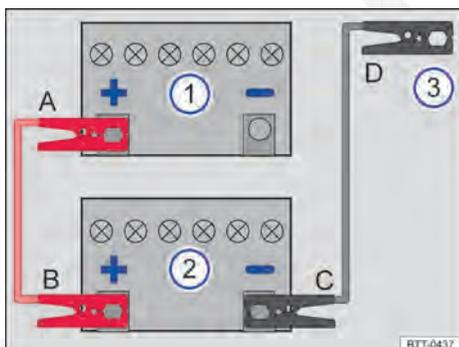
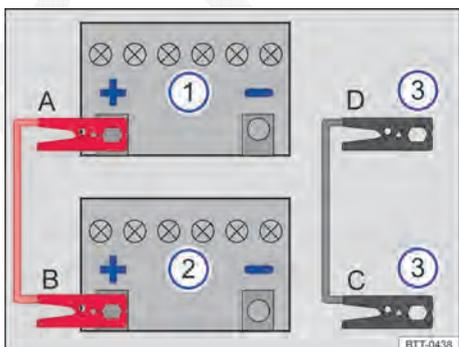

Fig. 232 Esquema para a conexão dos cabos auxiliares de partida dos veículos auxiliares de partida sem sistema Start-Stop.
Fig. 233 Esquema para a conexão dos cabos auxiliares de partida dos veículos auxiliares de partida com sistema Start-Stop.
Legenda para Fig. 232 e Fig. 233:
Conectar o cabo auxiliar de partida somente na sequência **A – B – C – D** ⇒ Fig. 232 ou ⇒ Fig. 233.
- Conectar uma extremidade do cabo auxiliar de partida *vermelho* ao polo positivo (+) ⇒ Fig. 232 ou ⇒ Fig. 233 do veículo com a bateria do veículo descarregada ① ⇒ ▲.
- Conectar a outra extremidade do cabo auxiliar de partida *vermelho* ao polo positivo (+) da bateria do veículo fornecedor de corrente ②.
- Em veículos **sem sistema Start-Stop**: conectar uma extremidade do cabo auxiliar de partida *preto* preferencialmente num ponto de auxílio à partida (ponto de aterramento) –, senão no polo negativo (–) da bateria do veículo fornecedor de corrente ⇒ Fig. 232 ②.
- Em veículos **com sistema start-stop**: conectar uma extremidade do cabo auxiliar de partida *preto* ⇒ Fig. 233 ③ no ponto de auxílio à partida (ponto de aterramento) (–, ou na argola de reboque dianteira aparafusada, numa peça maciça de metal aparafusada firmemente com o bloco do motor, ou ao próprio bloco do motor.
- Conectar a outra extremidade do cabo auxiliar de partida *preto* ⇒ Fig. 232 ③ ou ⇒ Fig. 233 ③ do veículo com a bateria do veículo descarregada preferivelmente à um ponto de auxílio à partida (ponto de aterramento) ⊖ ⇒ Página 377, ou à argola de reboque dianteira parafusada ⇒ Página 381, à uma peça maciça de metal parafusada firmemente com o bloco do motor ou ao próprio bloco do motor ⇒ ▲.
- Conectar o cabo auxiliar de partida somente na sequência **D – C – B – A** ⇒ Fig. 232 ou ⇒ Fig. 233.